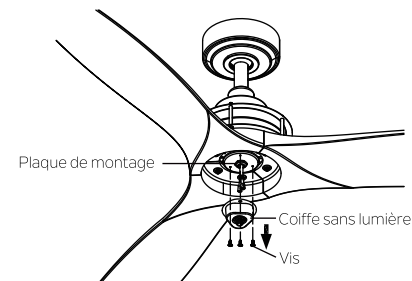

Fig. 22
Étape 2. Retirez la coiffe sans lumière de la plaque de montage en dévissant les 3 vis que vous conservez pour la suite. (Fig. 22)